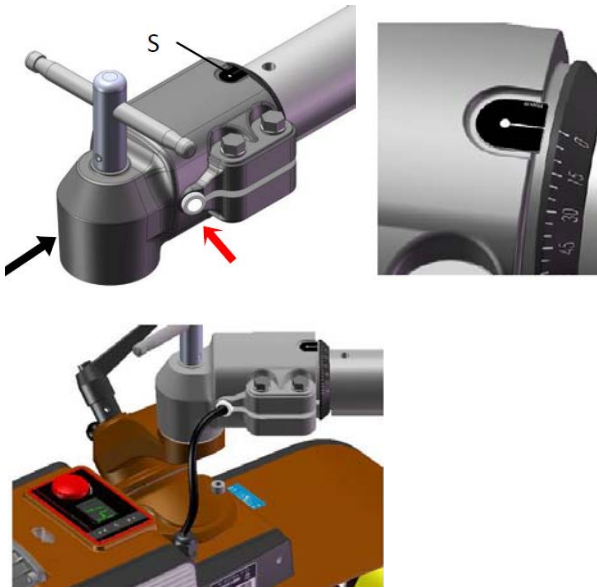

Abb. 20: Kabeldurchführung und Aufkleber
Schritt 5: Das Anschlusskabel vom Motor durch die Öffnung am Arm führen (Pfeil, Abb. 20). Den Aufkleber S am Arm aufkleben, zuvor die Klebestelle mit Alkohol reinigen. Den Justiering an der Nulllinie ausrichten, anschließend Schraube M4 festziehen.